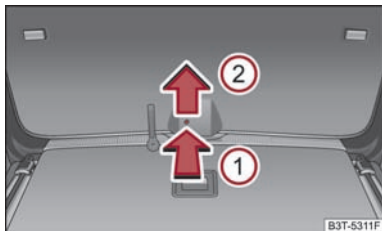

Abb. 37 Notentriegelung der Gepäckraumklappe
- Führen sie in die Öffnung in der Verkleidung in Pfeilrichtung ① ⇒ Abb. 37 einen Schraubenzieher oder ein ähnliches Werkzeug bis zum Anschlag ein.
- Entriegeln Sie die Klappe in Pfeilrichtung ② nach oben.